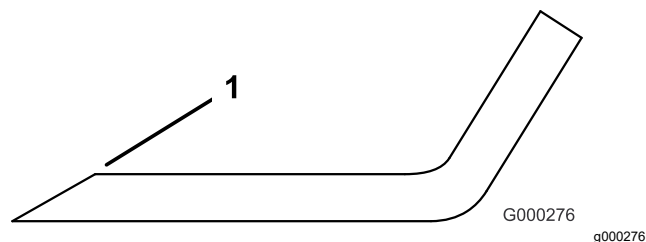

Figure 27
1. Aiguisez le tranchant à chaque extrémité de la lame (Figure 27).